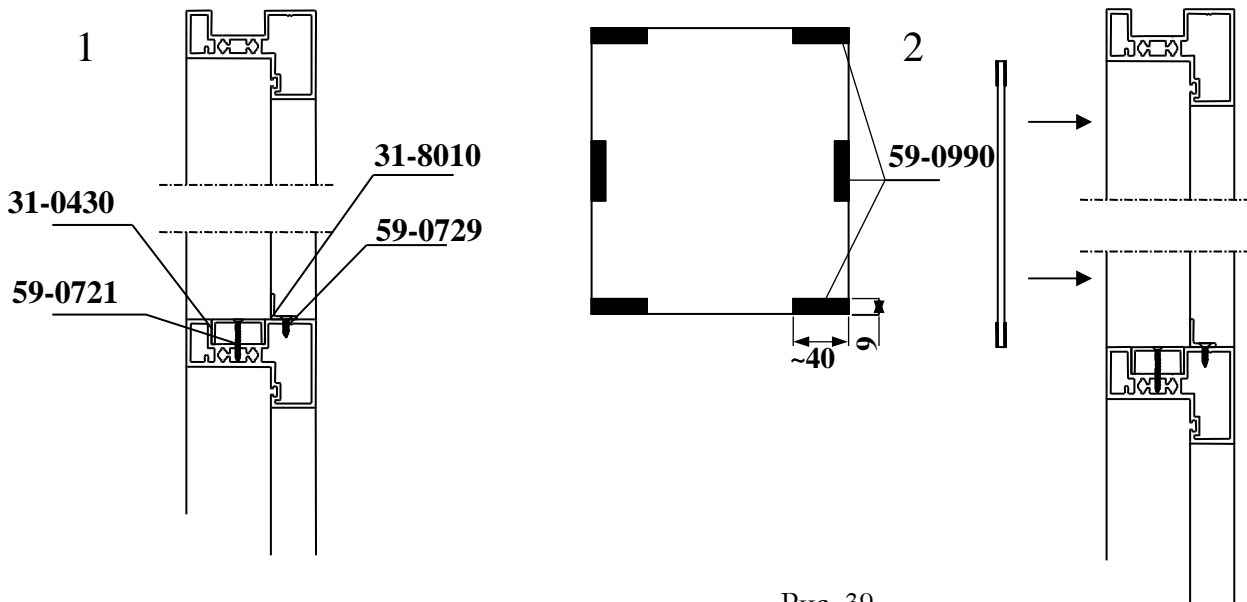

Рис. 39
2. Наклеить на стекло полосы самоклеящейся двусторонней ленты и положить на место окна в раме (рис. 39).